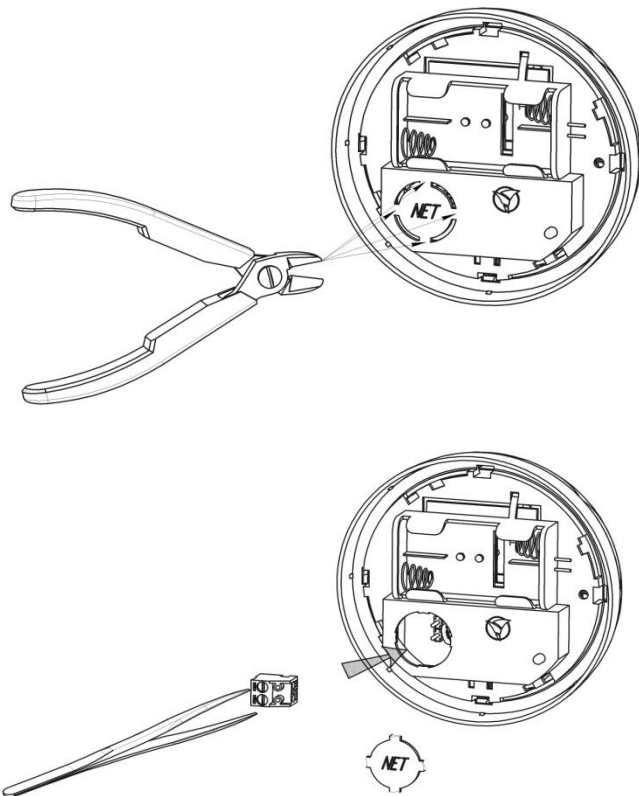

Рис.9. Извлечение заслонки и установка клеммника (разъема) в сигнализатор
7.3 Для объединения сигнализаторов в группу необходимо извлечь заслонку на корпусе сигнализатора, вставить клеммник (прилагается в комплекте) в контактные штыри платы сигнализатора подключив, соблюдая полярность, двухпроводный шлейф к данному разъему сигнализатора (смотреть рис.9).